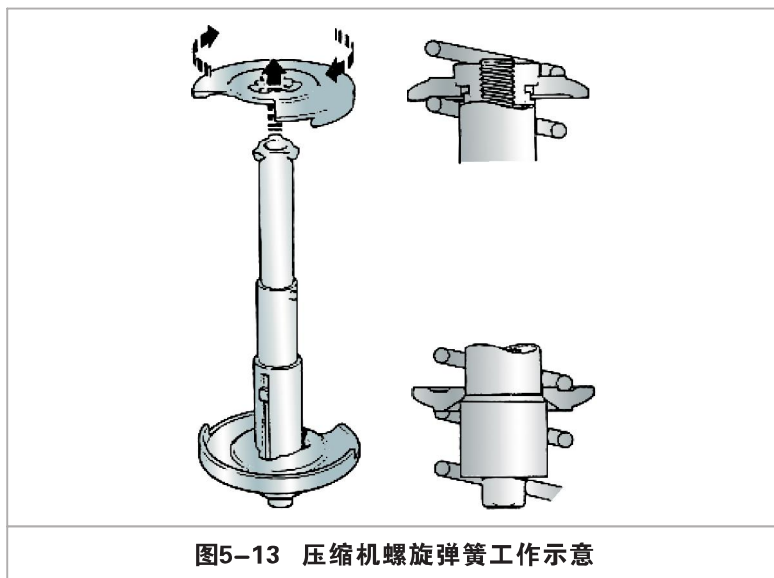

图5-13 压缩机螺旋弹簧工作示意
4. 拆掉减震器总成上部的安装锁紧螺母，支撑住减震器总成，并拧掉下部的安装螺栓。然后，就可以通过把减震器向下从弹簧和下三角摆臂中穿过而取出来。（如图5-13所示）